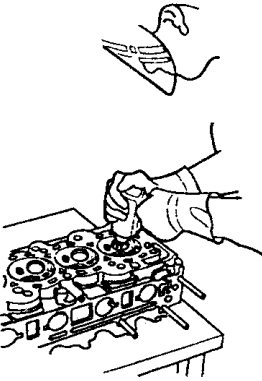

图 2-121 钻气门导管
7) 如果气门导管不能移动，如图 2-121 所示，用 8mm 的钻头钻一个孔，然后再试。钻孔是一种迫不得已的办法，如果气门导管破裂，将有可能损坏气缸。